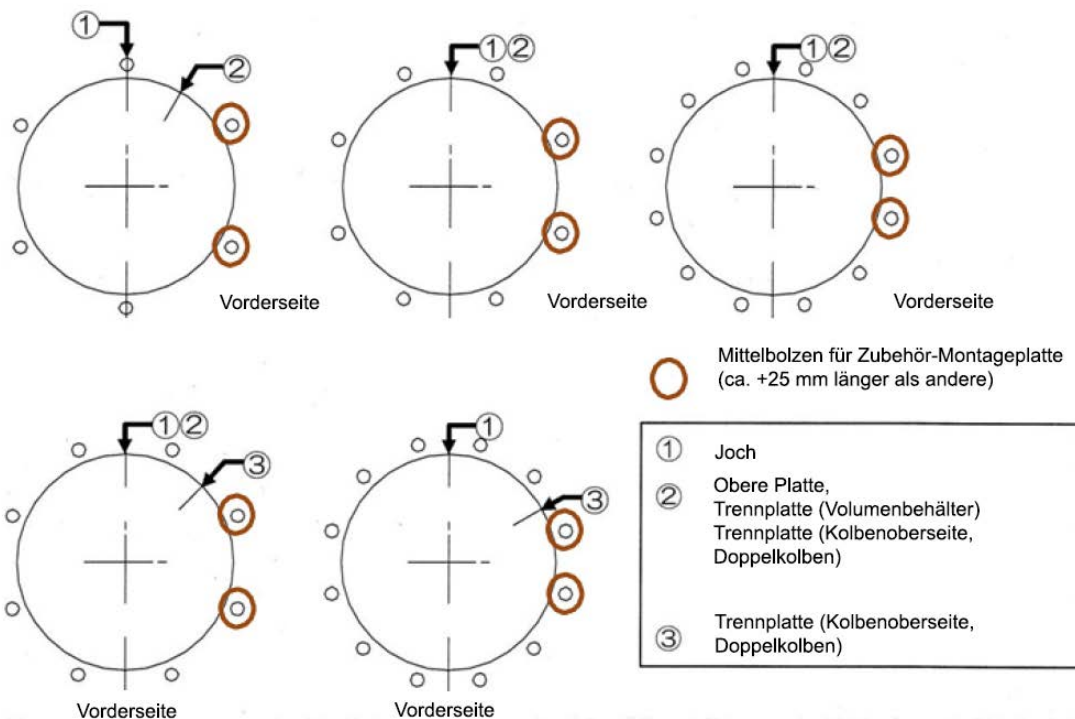

Abbildung 11 – Positionierung der Mittelbolzen
10. Ersetzen Sie den O-Ring (21) und den Führungsring (16) durch neue Teile. Bringen Sie auf den O-Ring und den Führungsring Silikonfett (oder gleichwertig) auf.
11. Montieren Sie das Zylinderrohr (14), die Trennplatte (69), das Volumenbehälterrohr (70) und die obere Platte (17) wieder. Bringen Sie auf die Innenfläche des Zylinderrohrs Silikonfett (oder gleichwertig) auf.
12. Stellen Sie sicher, dass die Positionen der Luftanschlüsse korrekt sind. Setzen Sie die Mittelbolzen in die Bohrungen der oberen Platte und des Jochs ein. Montieren Sie die Federringe und Muttern und ziehen Sie diese von Hand leicht an. Montieren Sie die Federringe und Muttern von Hand an der Unterseite des Jochs. Stellen Sie sicher, dass die Position der Mittelbolzen (ca. +25 mm länger als andere) für die Zubehör-Montageplatte, falls vorhanden, der Abbildung 11 entspricht.